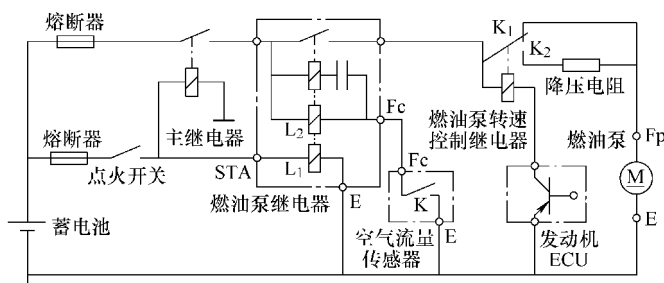

图 5-14 燃油泵转速的控制电路
- ① 当点火开关置于“STA”位置时发动机起动, 主继电器的线圈得电, 其触点闭合, 接通燃油泵继电器工作的电源。随后燃油泵继电器的主线圈 L_1 得电, 其触点也闭合, 这时燃油泵开始工作。
- ② 发动机起动后, 流量传感器在进气 (空气) 气流的驱动下, 其叶片转动, 使触点 K 闭合, 接通燃油泵继电器线圈 L_2 的电路, L_2 产生的磁力将使燃油泵继电器的触点可靠地闭合。
- ③ 发动机停止工作时, 由于进气气流的消失, 进气流量传感器内的触点 K 断开, 线圈 L_2 失电, 使燃油泵继电器的触点也断开, 燃油泵停止工作。
3) 燃油泵转速的控制电路如图 5-14 所示。